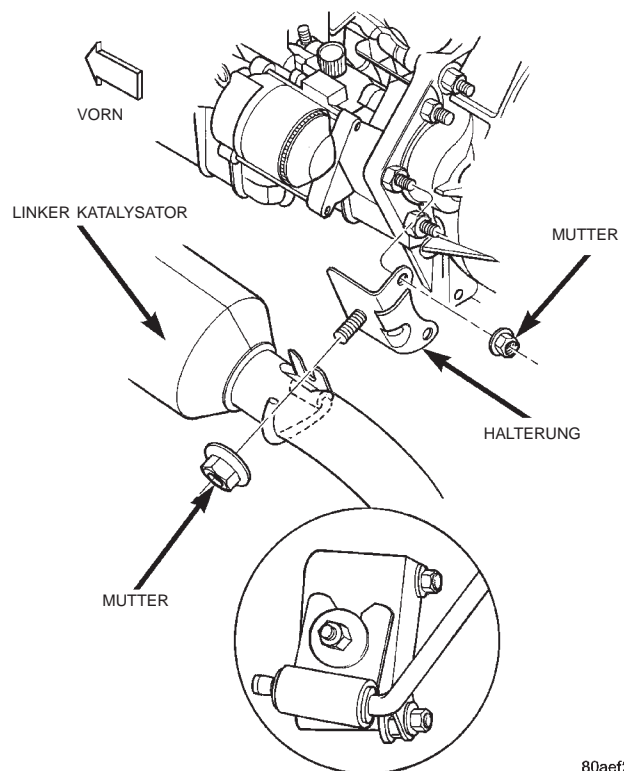

Abb. 8 Katalysatorrohr-Träger—linke Seite
(6) Die Mutter lösen, mit der der vordere Katalysatorrohr-Träger am Getriebe befestigt ist (Abb. 8). Hierdurch entsteht Raum für den Ausbau.
- (1) Den Katalysator einbauen.
- (2) Eine NEUE V-Klemmschelle einbauen und mit einem Anzugsmoment von 11 N·m (100 in. lbs.) festziehen.
- (3) Den Bügel des vorderen Trägers einschließlich Aufhängungsgummi an der Rohraufhängung einbauen. Die Mutter des vorderen Rohrträgers montieren (Abb. 8).
- (4) Die Schraube montieren, mit der das linke Rohr an der hinteren Halterung am Getriebe befestigt ist.
- (5) Die nachgeschaltete Lambda-Sonde einbauen und den Steckverbinder aufstecken.
- (6) Die Auspuffanlage einbauen.
- (7) Das Fahrzeug absenken.